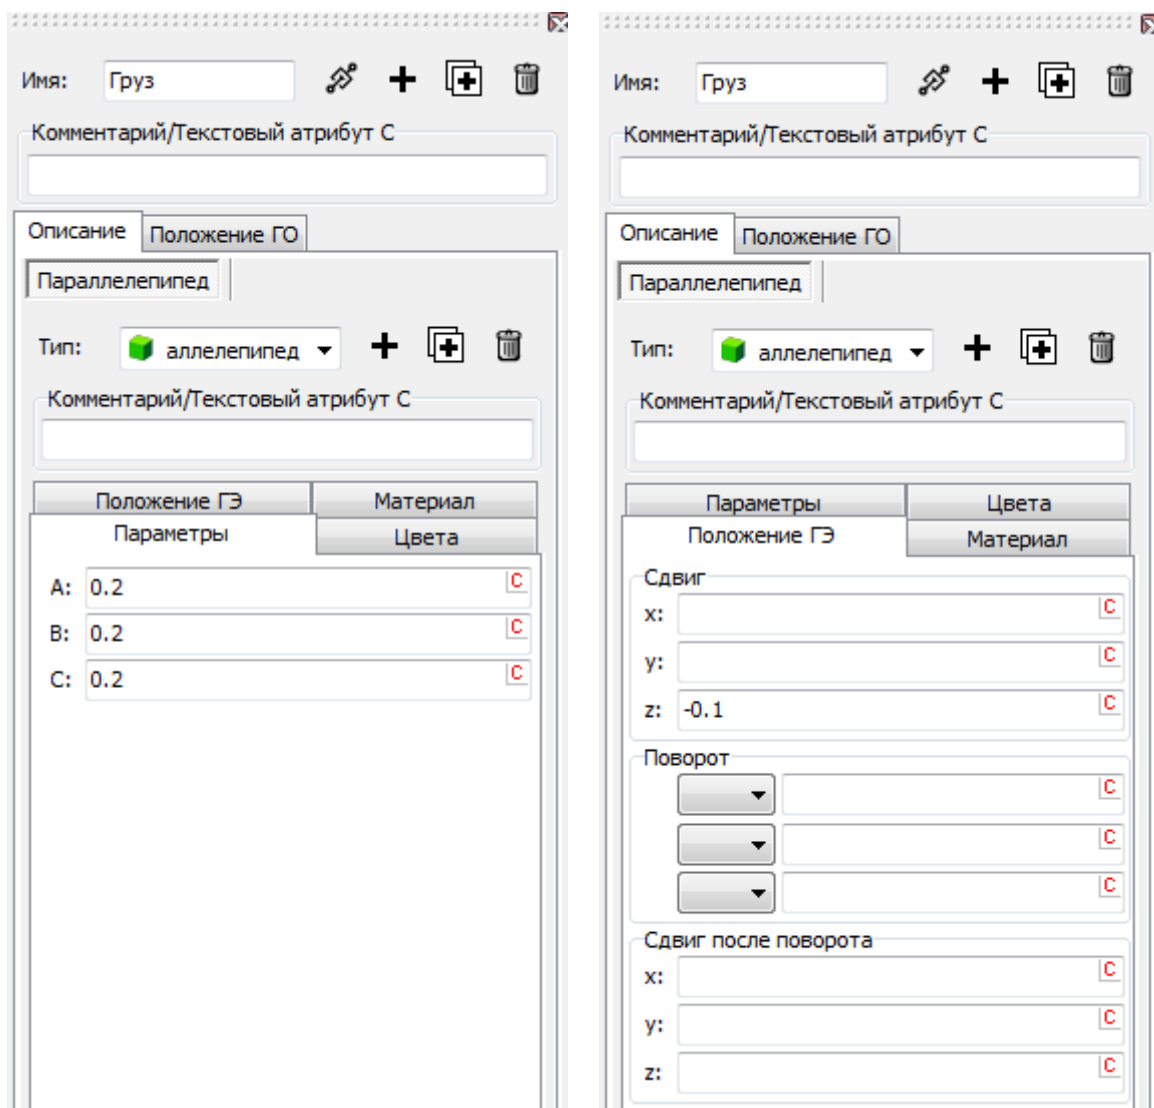

Рис. 2.3. Создание графического образа **Груз**
4. Назначьте параметры **Параллелепипеда**, как показано на рис. 2.3.